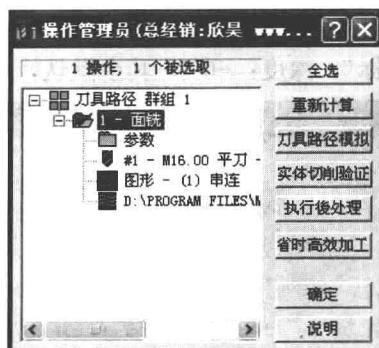

图 1-15 “操作管理员”对话框
8) 系统自动弹出“操作管理员”对话框，如图 1-15 所示。